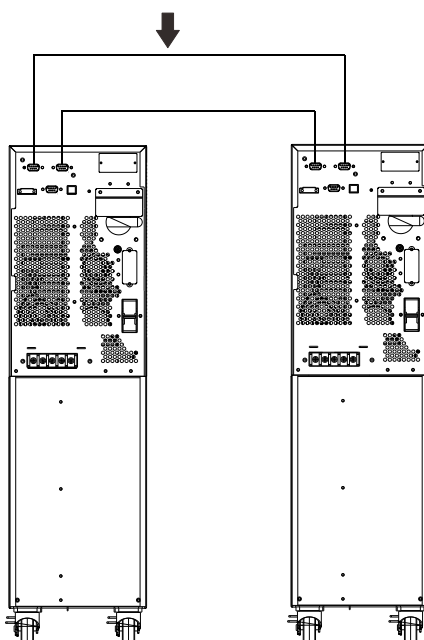

Figura 8: Schema elettrico del sistema parallel
5. Collegare ogni UPS uno per uno con il cavo parallelo. Fare riferimento alla **Figura 8**.